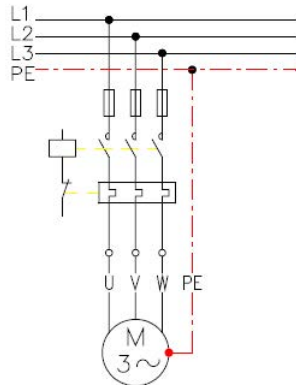

Abb. 10.2.1 – Dreiphasen-Elektropumpen
9.2 Drehstrom-Motoren [Anschluss Abb. 10.2.1]
Dreiphasenmotor (siehe Abb. 10.2.1).